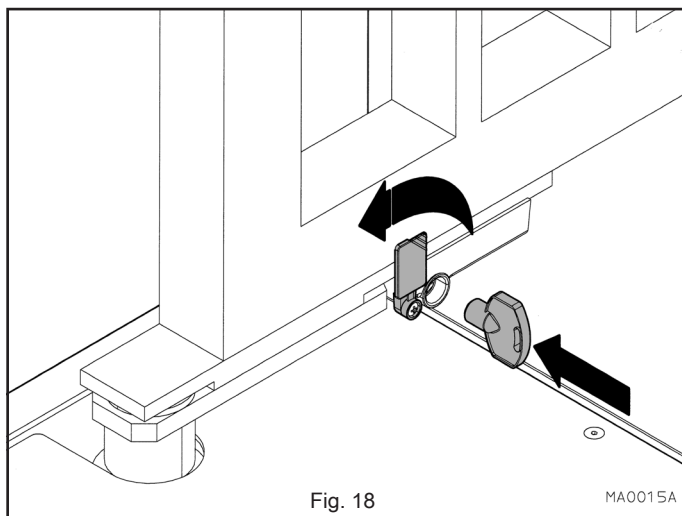

Fig. 18
- Tirare leggermente e girare verso l'alto il tappo di protezione del perno di sblocco (fig. 18).
- Gently pull and turn the release pin protection cap upwards (fig. 18).
- Легко потянуть и повернуть вверх защитную заглушку пальца разблокирования (рис. 18).